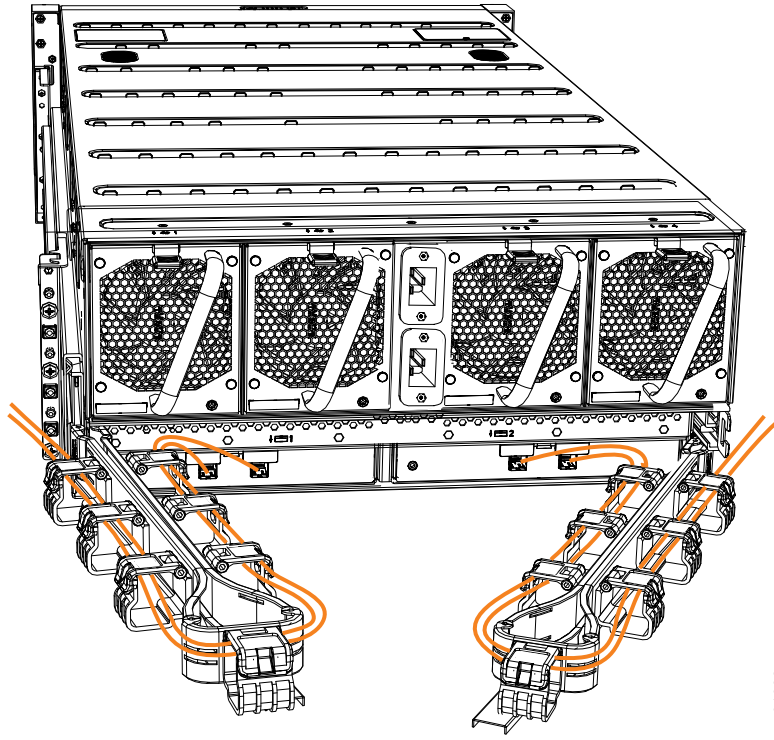

Abbildung 99. Durch die Kabelträger geführte SAS-Kabel - Beispiel
8. Führen Sie die SAS-Kabel durch die Kabelträger (siehe Abb. 99 auf Seite 110).